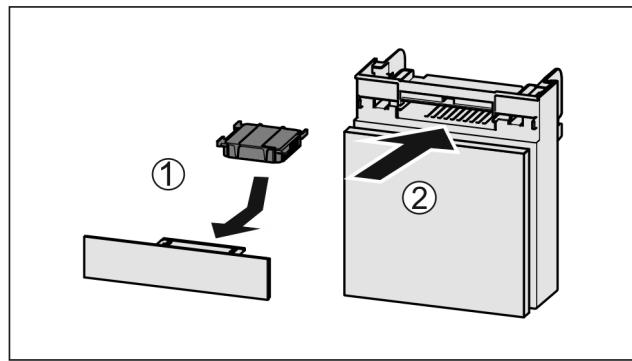

Fig. 51
- Umetnute filter s aktivnim ugljenom kao što je prikazano na slici Fig. 51 (1).
- Umetnute pretinac Fig. 51 (2).